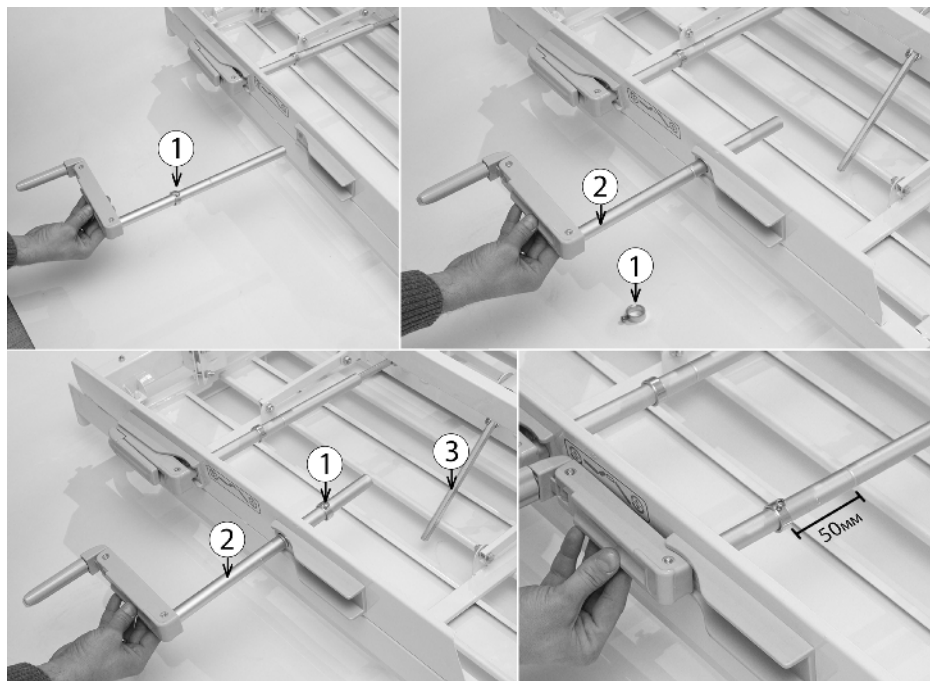

Рис. 4 Установка ручки управления привода.
3. Закрепите фиксирующее кольцо ① на расстоянии 50 мм от канавки на валу ручки управления привода (см. Рис. 4).